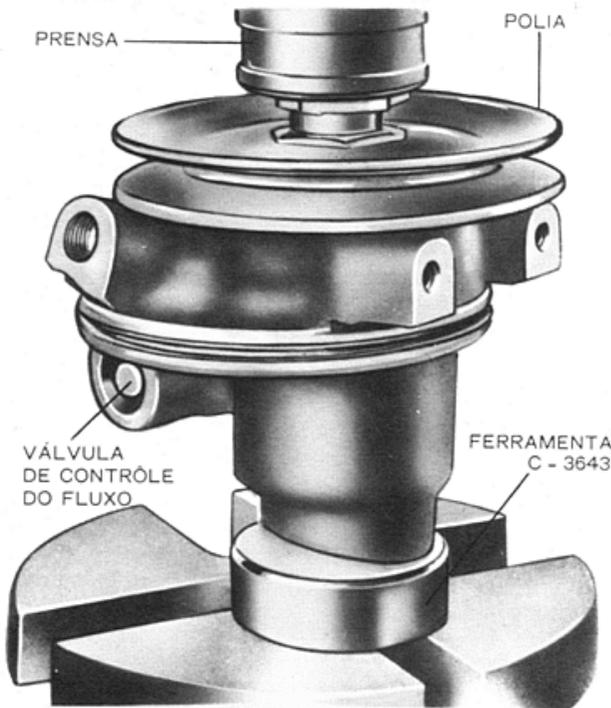

Fig. 6 — Instalação da polia da bomba
- Pressionar o cubo da polia sobre o eixo com uma prensa até que o cubo da polia fique nivelado com a extremidade do eixo (fig. 6).